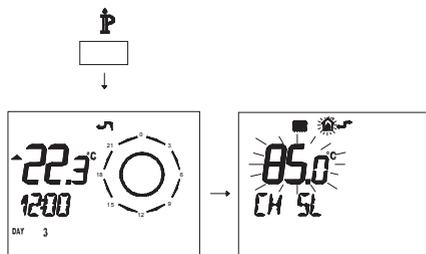

Fig. 5.55
- Premere per più di 3 secondi il pulsante  $\mathbb{P}$  para per entrare in modalità *INFO* (Fig. 5.55).